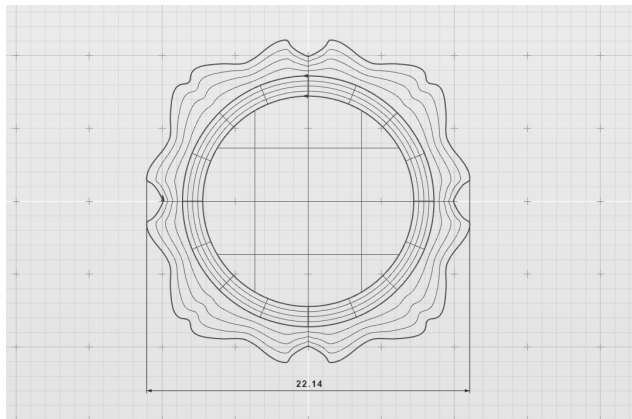

图 5-163 标注沙拉盘水平尺寸
1) 激活顶视图。在建模工具栏中的“尺寸标注”卷展栏下, 选择“边界框: 水平”工具, 选择沙拉盘模型。此时, 视图中自动绘制出沙拉盘水平方向的尺寸。用户可以手动拖动尺寸标注到模型外侧, 如图 5-163 所示。